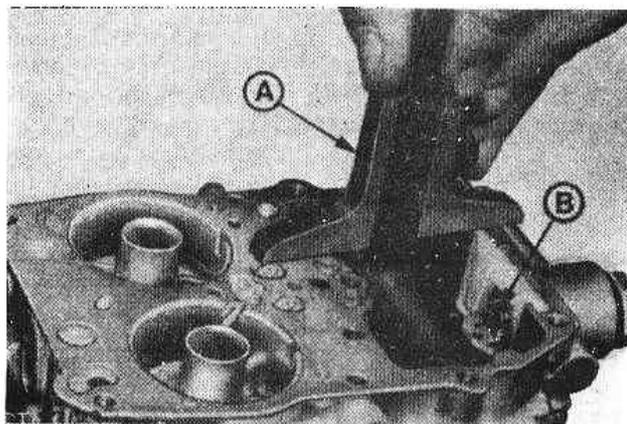

Рис. 3.89. Измерение уровня поплавка карбюратора (Разд.34)
15. Чтобы отрегулировать уровень поплавка, медленно наливайте в поплавковую камеру бензин. Замерьте расстояние между поверхностью прокладки и поплавком. Отрегулируйте до величины, указанной в спецификации, подгибом регулировочного язычка уровня поплавка (Рис.3.89).